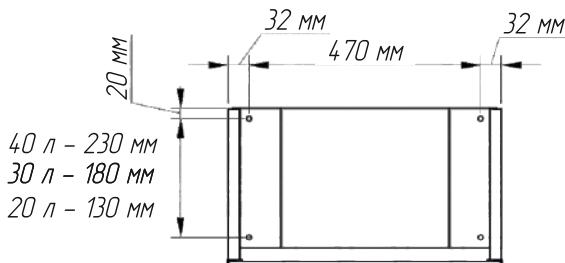
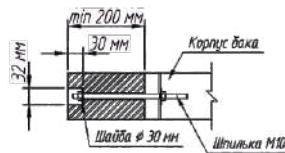

Рис. 2
Рис. 3
- 2** Определите место установки обливного устройства с учетом его веса, габаритов и несущей способности стены, на которую оно будет установлено, разметьте места установки анкеров для подвеса обливного устройства (см. рис. 2, рис. 3). (Анкера в комплект поставки не входят, и подбираются потребителем самостоятельно в зависимости от толщины стены на которую будет смонтировано обливное устройство)
- 5** Надежно закрепите обливное устройство на стене при помощи 4 анкеров из шпильки M10 с гайками (см. рис. 3)